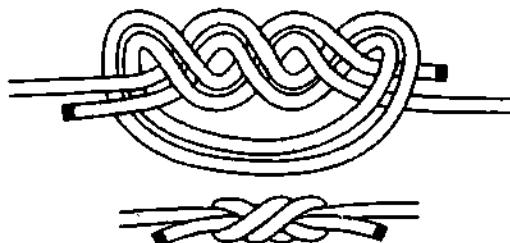

Рис. 759. **Двойной встречный узел.**
**Водяной узел** применяется для надёжного соединения двух лесок примерно одинакового диаметра (рис. 759). Если узел завязан правильно, то после затягивания он приобретает вид восьмёрки.